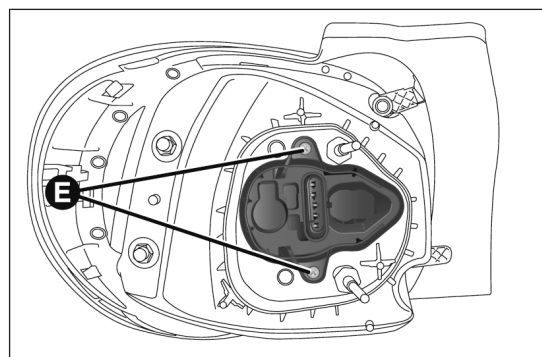

fig. 186
- débrancher le connecteur électrique, dévisser les vis de fixation E fig. 186 et déposer le groupe douille ;